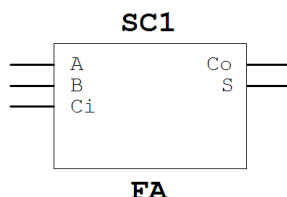

图 3.21 生成的子电路图标
(3) 输入电路名称如 FA (最多为 8 个字符, 包括字母与数字) 后, 用鼠标单击 OK 按钮, 选择的电路复制到用户器件库中, 同时给出子电路图标, 完成子电路的创建。生成的子电路图标如图 3.21 所示。